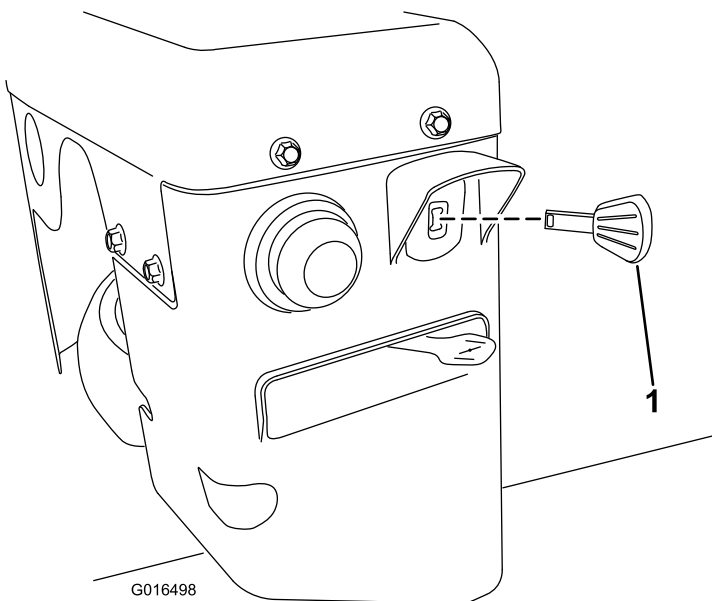

Bild 27
3. Stecken Sie den Zündschlüssel ein (Bild 27).